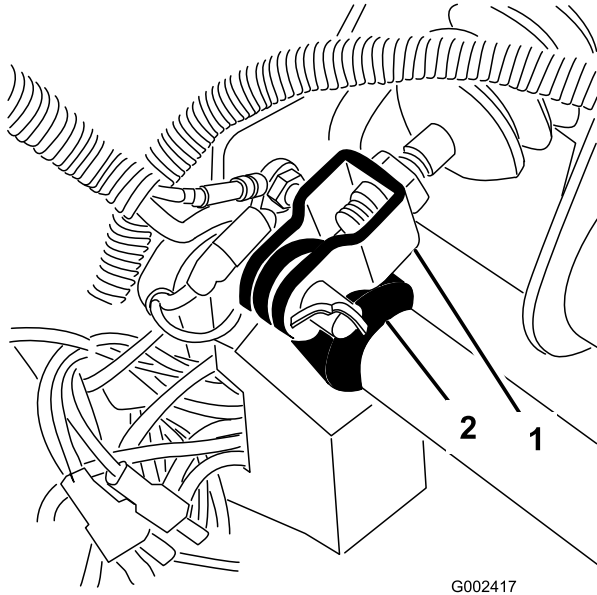

Bild 62
1. Nehmen Sie den Splint und Lastösenbolzen ab, mit dem das Hauptzylinderjoch am Bremspedalgelenk befestigt ist (Bild 62).